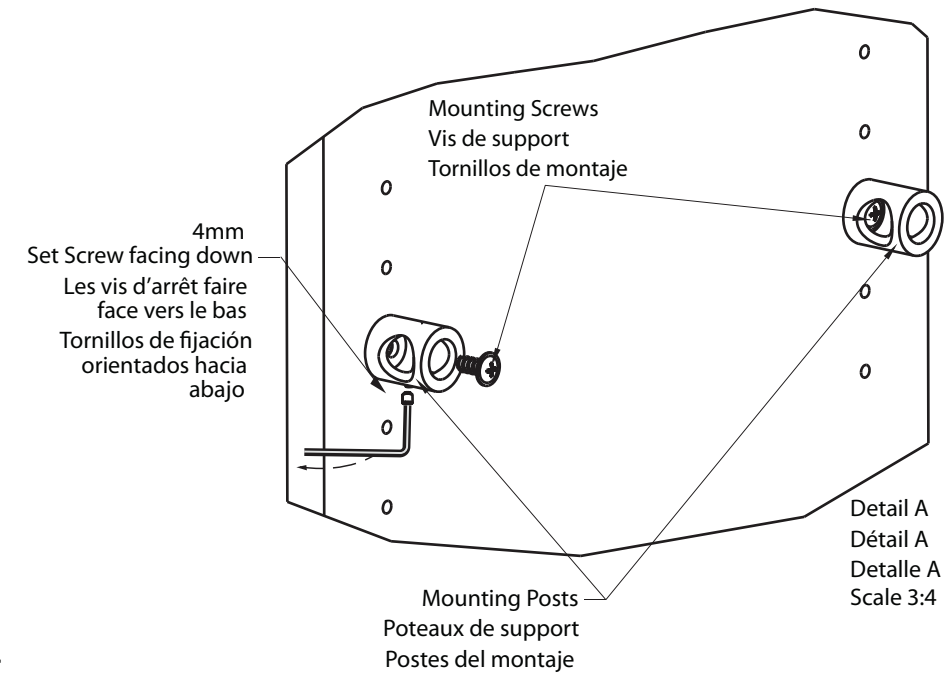

Figure 4
2. Los postes del montaje deben ser aligned así que la cubierta de la diapositiva puede resbalar dentro ambos los postes en el mismo tiempo. Pruebe el ajuste temporalmente insertando el sub-ensamble parcial de la diapositiva en ambos postes del montaje. (Figure 4)
1. Loosely locate the mounting posts horizontally on closet panel no more than 11.75" center to center with the set screws facing down. (Figure 4)
2. The mounting posts must be aligned so the slide housing can slide into both posts at the same time. Test the fit temporarily by inserting the slide sub-assembly into both mounting posts. (Figure 4)
1. Positionner, sans les fixer définitivement, les poteaux de montage horizontalement sur le panneau de la penderie dont l'entraxe ne peut être supérieur à 29.80 cm (11.75 po). Les vis d'arrêt doivent faire face vers le bas. (Figure 4)
2. Les poteaux de montage doivent être en parfait alignement pour que le support de la coulisse puisse glisser dans les deux poteaux en même temps. Vérifier l'ajustement temporairement en insérant le montage partiel de la coulisse dans les deux poteaux de montage. (Figure 4)
1. Localice libremente los postes del montaje horizontalmente en el panel del ropero, sin apretarlos, separados a una distancia máxima de 11,75 pulgadas entre sus centros, con los tornillos de fijación orientados hacia arriba. (Figure 4)
2. Los postes del montaje deben ser alligned así que la cubierta de la diapositiva puede resbalar dentro ambos los postes en el mismo tiempo. Pruebe el ajuste temporalmente insertando el sub-ensamble parcial de la diapositiva en ambos postes del montaje. (Figure 4)